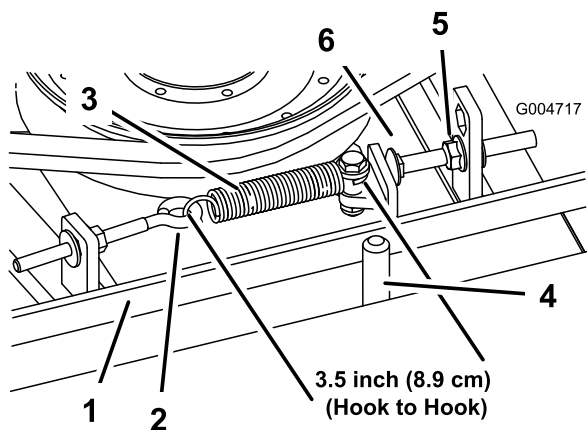

Figure 64
entre la tête du boulon et le bras de la poulie de tension (Figure 64).
Remarque: La courroie doit être placée du côté ressort du guide (Figure 64).
2. Desserrez le boulon à œil pour pouvoir enlever le ressort d'extension (Figure 64).
3. Desserrez l'écrou à embase qui fixe le boulon de butée à la patte de montage. Reculez l'écrou suffisamment pour que le bras de la poulie de tension passe le boulon de butée (Figure 64). Éloignez la poulie de tension de la courroie pour détendre cette dernière.
8. Raccrochez le ressort d'extension (Figure 64) au boulon à œil et tendez la courroie comme suit :